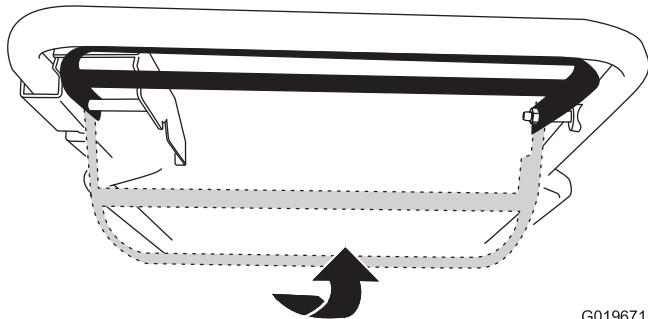

Figura 20
- Para engranar el sistema de autopropulsión sin activar las cuchillas, levante la barra de control hasta el manillar (**Figura 20**).
- Para engranar la transmisión autopropulsada y activar las cuchillas, mueva la barra de control a la derecha hasta que haga tope y levántela hasta el manillar (**Figura 20**).